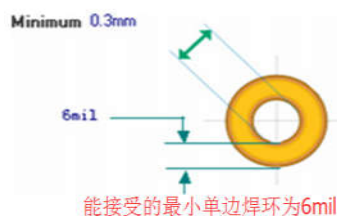

图 8
2) 最小加工孔径, 机械加工能力最小的孔径为 0.15 mm, 但是大部分厂家接受不了如此小的孔径, 嘉立创目前暂能接受的最小孔径为 0.3mm, 如图 8 所示。(后续制程工艺有变化, 请留意嘉立创官方网站 www.sz-jlc.com)